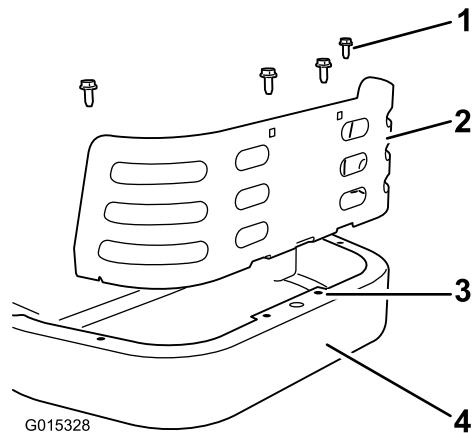

Figura 10
1. Instale el protector trasero en el bastidor, detrás del motor (Figura 10). Alinee los taladros de las pestanas del protector con los taladros existentes del bastidor trasero.
2. Sujete el protector al bastidor con cuatro tornillos autorroscantes (5/16 x 3/4 pulgada) según se muestra en Figura 10.